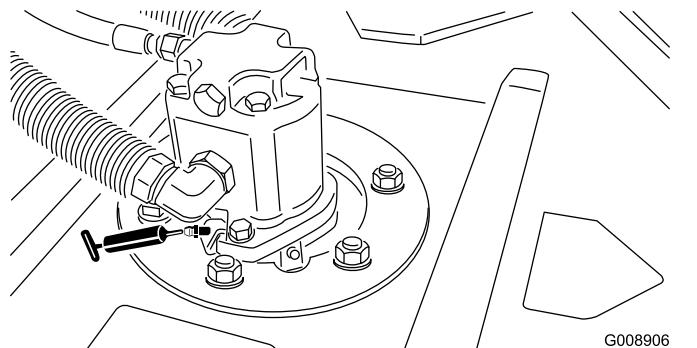

Figura 47
- Cojinetes de los ejes de las unidades de corte (2 por unidad de corte) – Figura 47